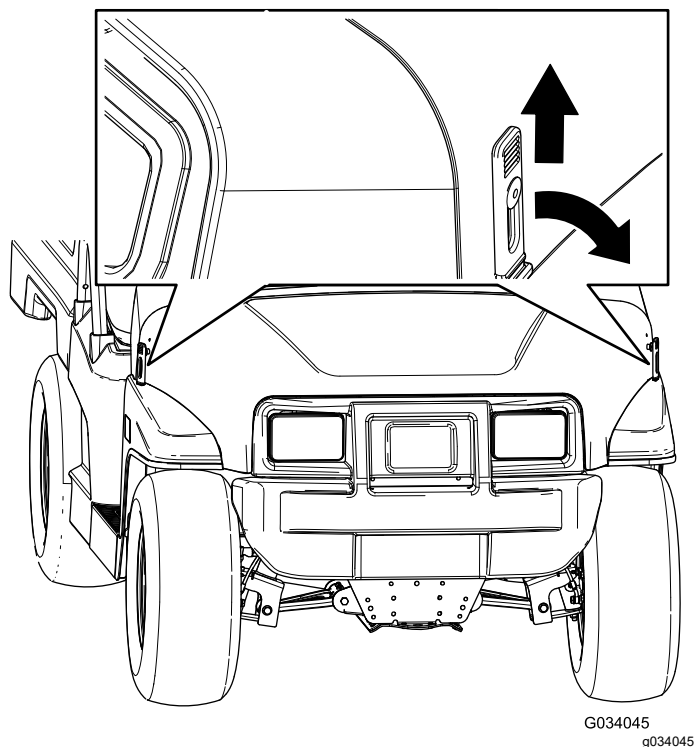

Figura 24
1. Ridicăți mânerul clișeilor din cauciuc de pe fiecare parte a capotei. (Figura 24).
2. Fixai capota prin alinierea clicheilor din cauciuc pe ancorele de blocare de pe fiecare parte a capotei. (Figura 24).